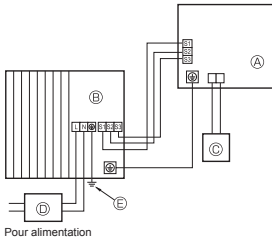
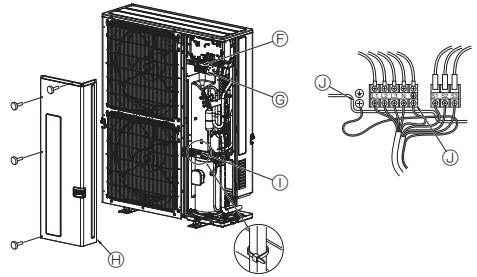

Fig. 7-1
Fig. 7-2
7.1. Appareil extérieur (Fig. 7-1, Fig. 7-2)
- ① Retirer le panneau de service.
- ② Effectuer le câblage conformément aux Fig. 7-1 et 7-2.